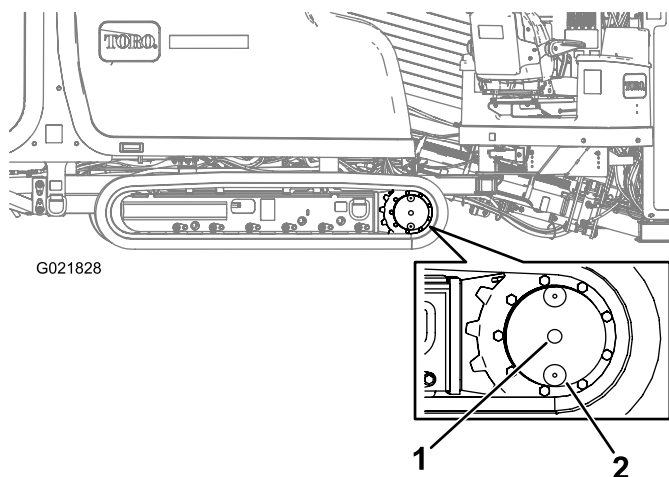

Рисунок 131
2. Очистите поверхность вокруг контрольной пробки уровня масла с помощью очищающего растворителя (Рисунок 131).
3. Поверните планетарную передачу так, чтобы контрольная пробка уровня масла и пробка слива масла были расположены вертикально относительно земли (в положении «на 6 часов»), как показано на Рисунок 131.
4. Отверните контрольную пробку уровня масла (Рисунок 131).
2. Очистите поверхность вокруг контрольной пробки уровня масла (Рисунок 131).
3. Поверните планетарный редуктор так, чтобы пробка маслосливного отверстия находилась прямо под контрольной пробкой уровня масла (Рисунок 131).